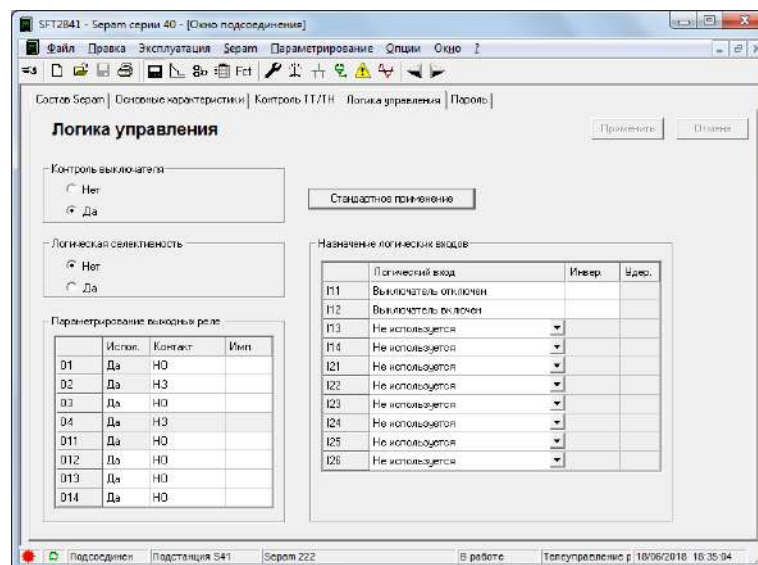

Рисунок 6.5 – Окно «Логика управления»
9. На вкладке «Логика управления» (рис. 6.5) в поле «Параметрирование выходных реле» установить «O12» Испол. – да.